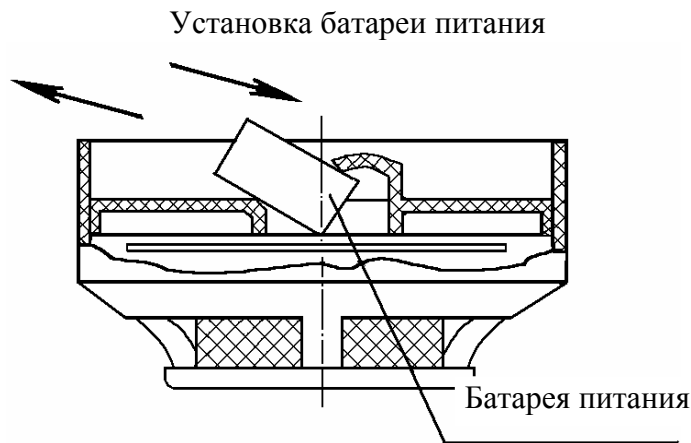

Рис. 1
6.4 Соблюдая полярность подключить батарею питания, и установить ее в корпус извещателя согласно рис. 1. При отсутствии дыма извещатель будет находиться в дежурном режиме работы.